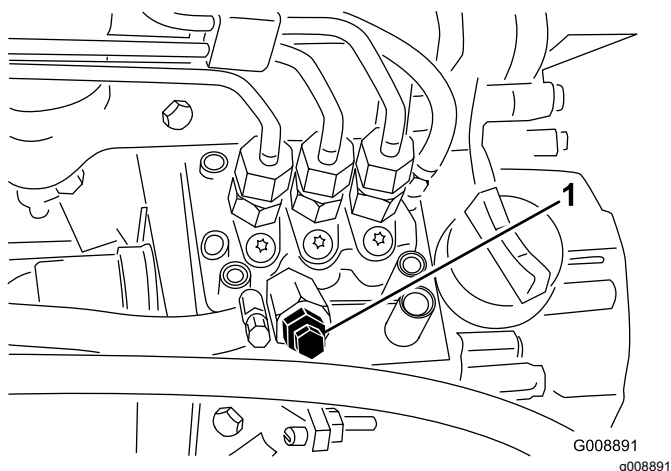

Figura 46
4. Deurubați urubul pentru purjarea aerului de pe pompa de injecție de combustibil (Figura 46).